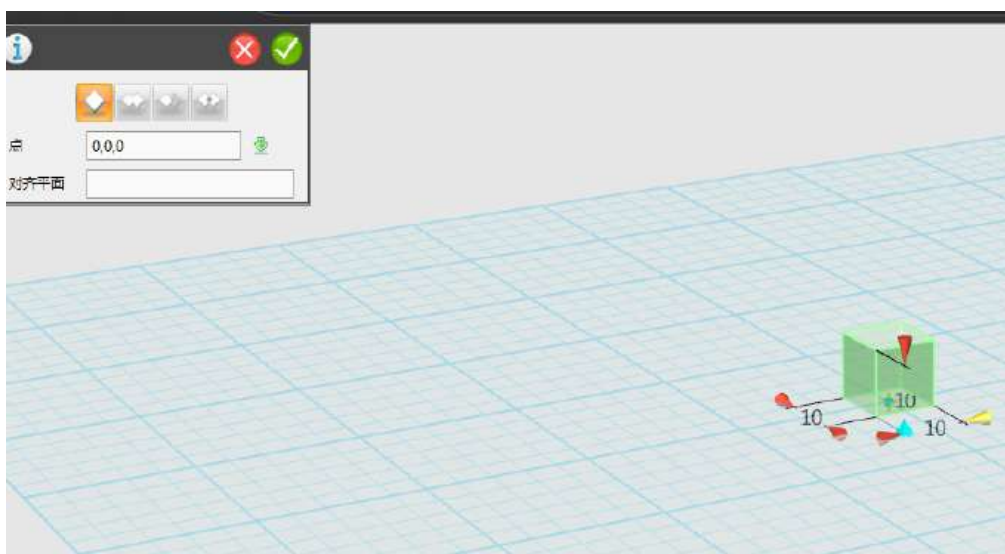

图 1-1
Step 1 点击“基本实体”，选择“六面体”功能。在方格面正中心放置一个六面体，将长、宽、高均设置为 20，点击 确定。如下图 1-1 所示，这个六面体是一个辅助的体，用来创建蝴蝶中间的圆柱。